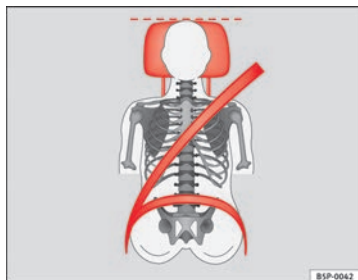
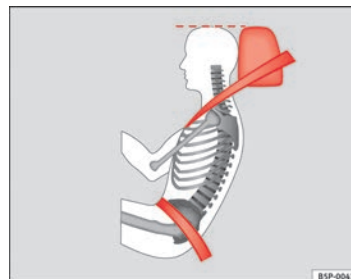

Abb. 87 Von vorne betrachtet: richtig eingestellte Kopfstütze und korrekter Gurtbandverlauf
Abb. 88 Von der Seite betrachtet: richtig eingestellte Kopfstütze und korrekter Gurtbandverlauf
- Die Kopfstützen so einstellen, dass sich die Oberkante der Kopfstütze möglichst auf einer Linie mit dem oberen Teil Ihres Kopfes, aber mindestens auf Augenhöhe befindet ⇒ Abb. 87 und ⇒ Abb. 88.